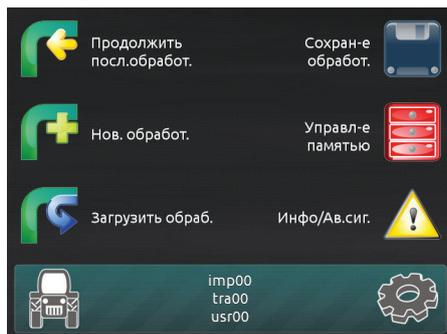

Рис. 203
- Включите Bravo 400S (пар 7.2). После самодиагностики на Bravo 400S отобразится страница Home (Рис. 203).